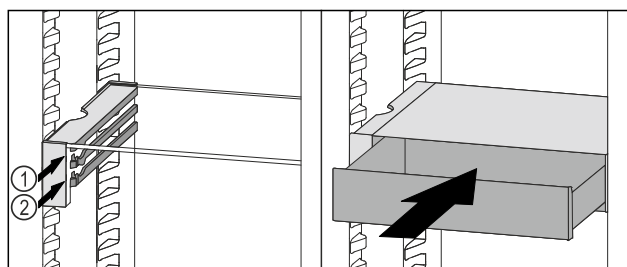

Fig. 95
- Posizionare il cassetto VarioSafe dietro i tappi sulla nervatura desiderata Fig. 95 (1) o Fig. 95 (2).